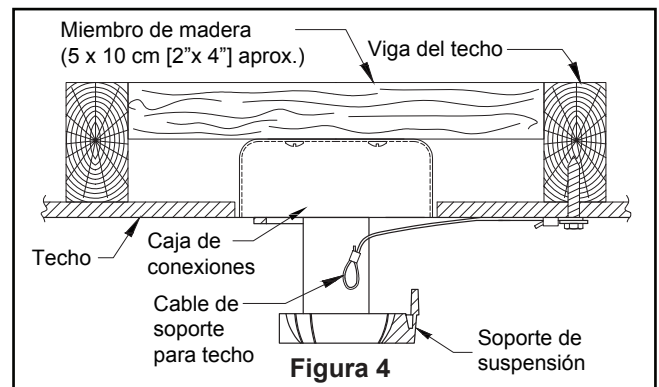

Figura 4
4. Afloje los dos tornillos de fijación del soporte del barral de soporte para techo a través de la varilla. Introduzca los cables de color negro, blanco y azul cables y cable de seguridad a través de la varilla. (Figura 4)
4. Alinee las tres ranuras de la cubierta con los tres tornillos de acoplamiento del motor. Fije adecuadamente la carcasa de la cubierta al motor con tornillos retirados previamente. (Figura 4)
2. Fije bien la abrazadera para colgar a la caja de salida con los tornillos y las arandelas provistas con la ventilador. (Figura 4)
3. Perfore un orificio de 1/4" en la estructura del edificio para evitar grietas con la instalación del tornillo de intervalo. Utilice el tornillo de intervalo de 3/8"x 2" y la arandela plana para fijar el cable de seguridad a la viga del techo o a la estructura de madera. Dicho tornillo pasará a través de arandela plana, la presilla del cable de seguridad y se fijará en la estructura del edificio. (Figura 4)
**NOTA:** el cable de soporte para techo no se puede asegurar solamente a la caja de conexiones; se debe asegurar directamente a la viga de techo o miembro estructural con el tornillo de cabeza cuadrada de 3/8"x2" y la arandela plana. (Figura 4)